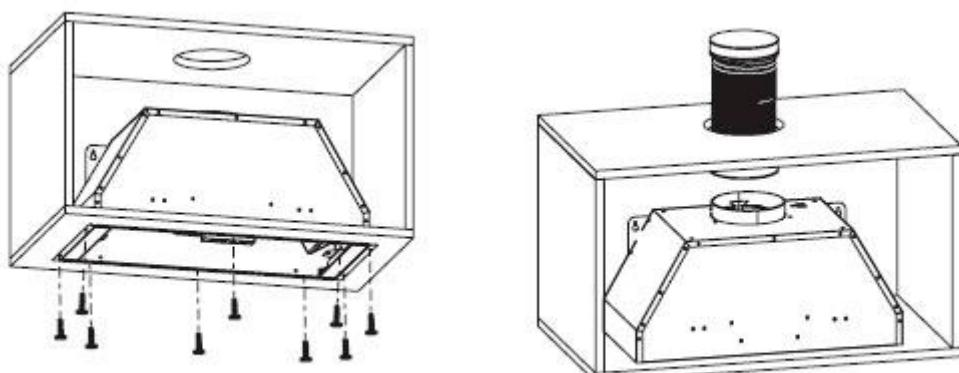

Рис. 7
- Закрепите корпус в нижней части шкафа с помощью 10 винтов ST4\*14 мм. Смотрите рис. 7.